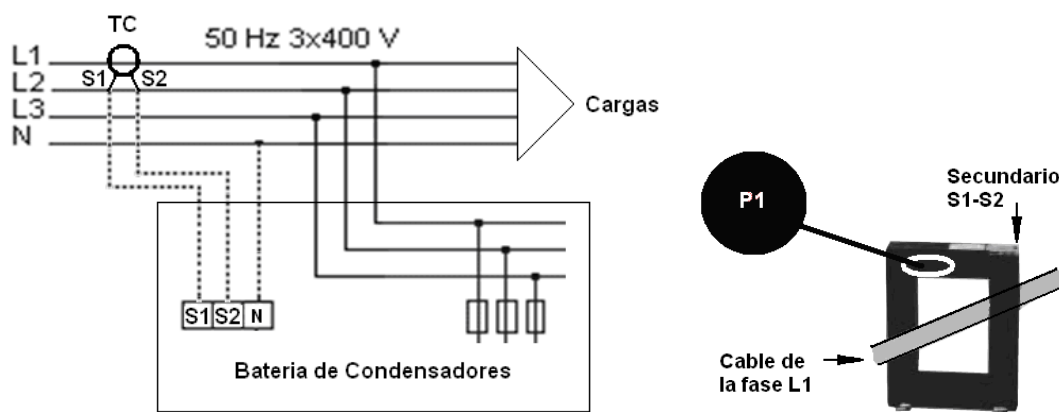

Figura 6: Instalación del transformador de corriente (TC) externo.
Es necesario colocar un transformadores de corriente (TC) exterior a la batería de condensadores, midiendo la corriente total de la carga más la propia de la batería (Figura 6).
El transformador estándar debe tener salida nominal de 5 A en el secundario. Es aconsejable conectar el TC a la fase L1 con el sentido de la corriente de P1 a P2 (ver Figura 6) y conectar el secundario (bornes S1, S2) a los bornes del mismo nombre de la batería (ver Figura 6)